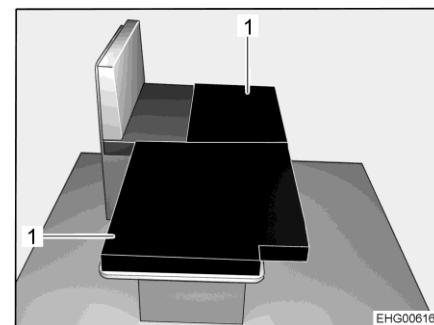

Fig. 46 Dopo la trasformazione
- Posizionare i due cuscini aggiuntivi (Fig. 46,1) sul tavolo ribassato, come illustrato.